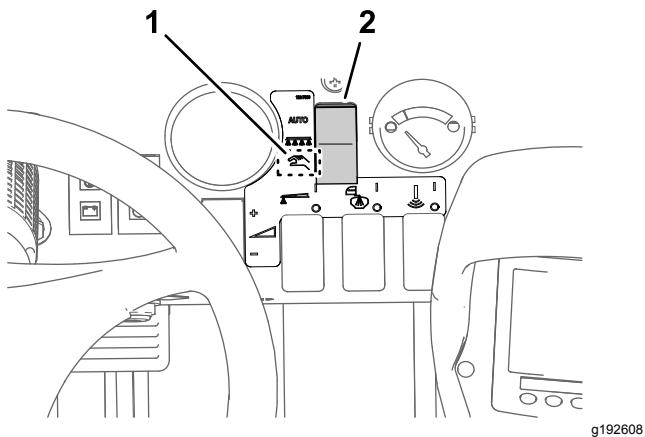

Figura 45
4. Coloque o interruptor do modo do pulverizador na posição manual (Figura 45).
5. Rode o botão para a válvula de corte da distribuição da secção para a posição Fechada (Figura 45).
7. Prima o botão 2 para ir para o passo seguinte (Figura 45).